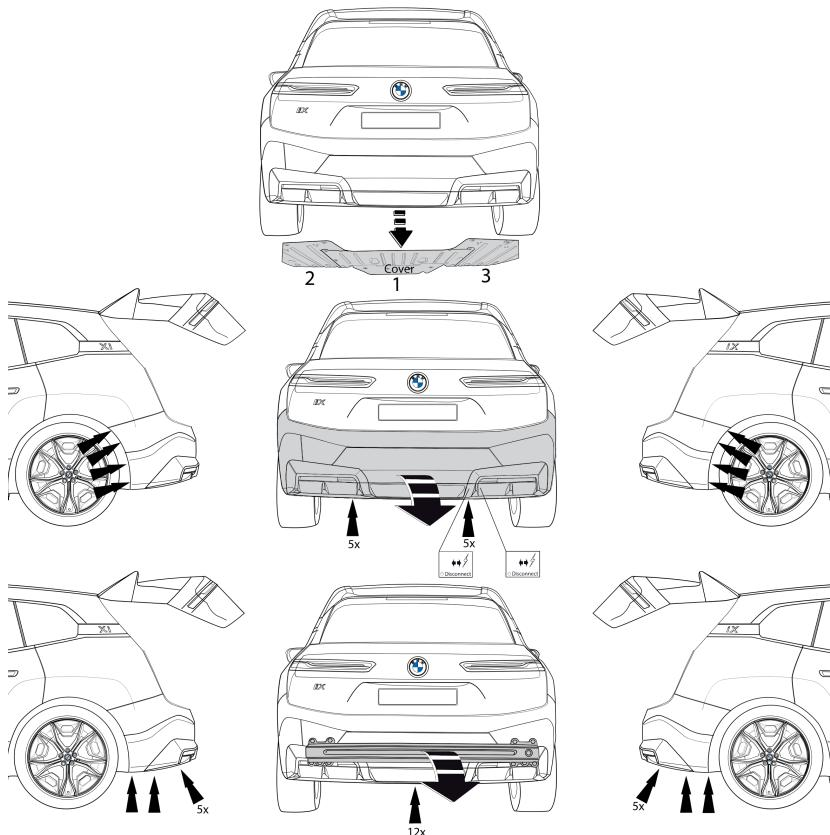

Fig. 1
1. Снять бампер вместе со буферным бруском автомобиля. Буферный брус больше не понадобится. См. рисунок 1.